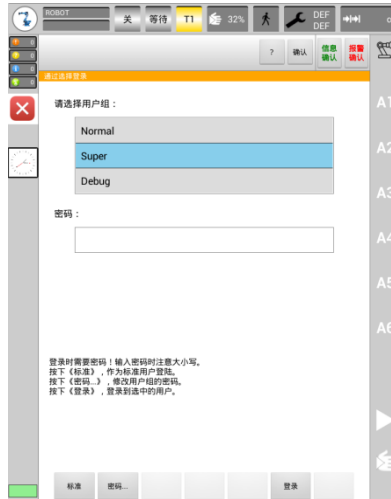

图 4-4 用户登录界面
- 2) 在示教器主菜单选择“配置->用户组”，登录为 Super 用户，登录用户登录界面如图 4-4 所示；